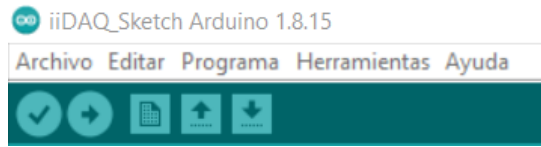
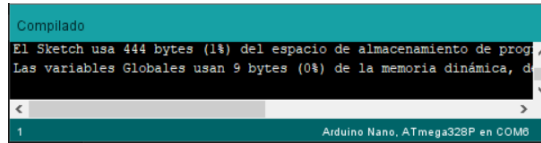

Figura 3.6: Barra para verificación y compilación del programa iiDAQ_{sketch}.
Figura 3.7: Aviso de compilación exitosa.
- En la esquina superior izquierda se muestra una barra de herramientas (Figura 3.6). Para subir el programa al sistema, dar clic en el botón de *Verificar*, lo que permitirá de cierta manera compilar el programa y revisar que no existan errores. Estará listo cuando en la parte inferior aparezca el siguiente mensaje: *Compilado*, tal como se muestra en la Figura 3.7.